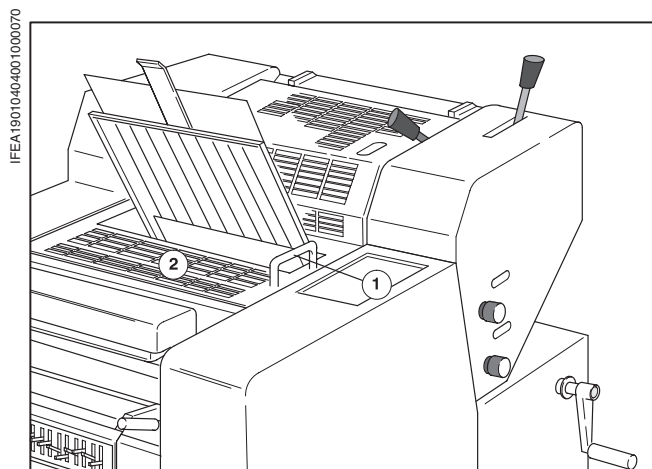

Рис. 12 Ограждение над формным цилиндром
- ① Ручкой (Рис. 12/①) поднять ограждение над формным цилиндром (Рис. 12/②).
- ② Вращать машину кривошипной рукояткой до тех пор, пока не откроется доступ к задней кромке формы.
- ③ Захватить рукой заднюю кромку формы.
- ④ Поставить машину на блокировку и продвинуть ее в толчковом режиме назад или вращать ее кривошипной рукояткой, пока светодиод в кнопке *Замена формы* не начнет быстро мигать.
- ⑤ Нажать один раз кнопку *Замена формы*; зажим передней зажимной шины откроется.
- ⑥ Вынуть форму из передней зажимной шины.
- ⑦ Закрыть ограждение над формным цилиндром.